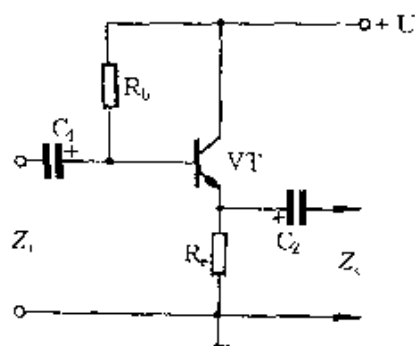

图 2-220
⑤ 晶体三极管还具有阻抗变换的作用。图 2-220 所示为射极跟随器电路,由于电路输出信号自三极管 VT 的发射极取出,输出电压全部负反馈到输入端,所以射极跟随器具有很高的输入阻抗 Z_i 和很小的输出阻抗 Z_o ,常用作阻抗变换、缓冲等。